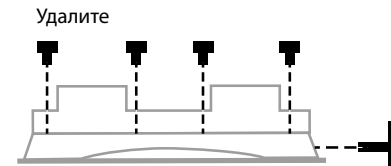

Рис. 26
5.Снимите стопорной винт и четыре винта, удерживающие держатель подшипников тормозного блока, при помощи шестигранника 3 мм (см. рис. 26).